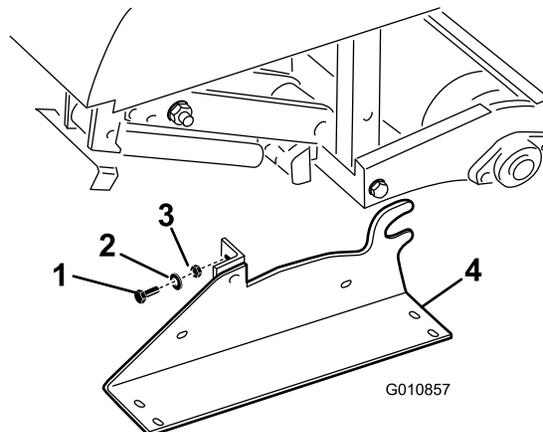

图 31
2. 卸下将存放架固定到打孔机两端的螺栓、锁紧垫圈和螺母图 31。